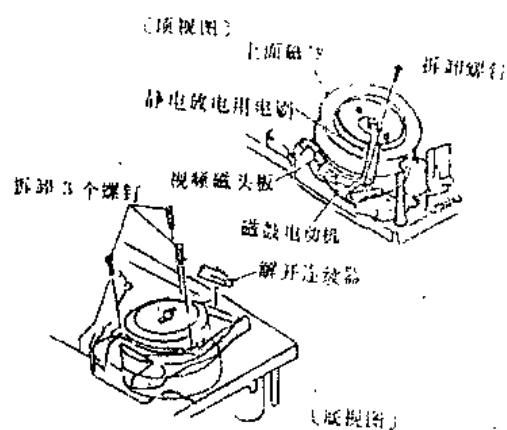

图 1-35
步骤：①将取带导杆的固定用螺母拧松，如图 1-35 所示。
②拉出取带导杆。
(15) 拆卸导带滚轮